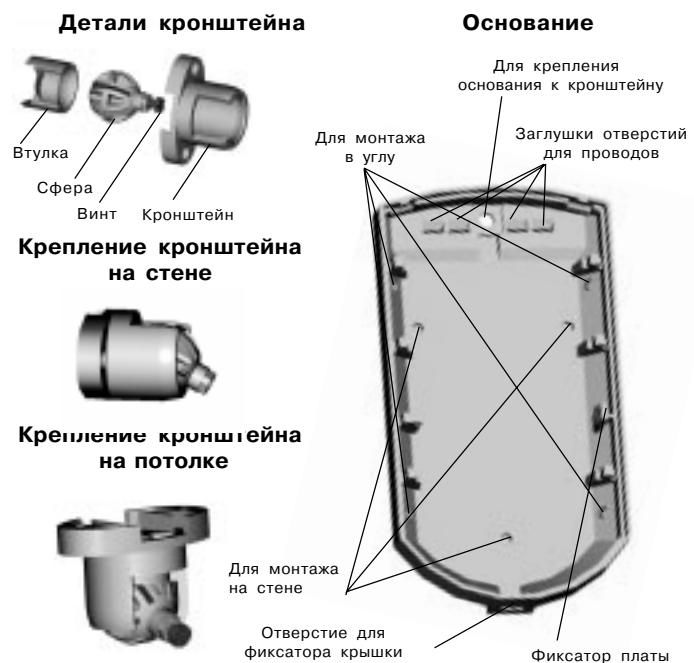

Рис. 2. Основание извещателя и кронштейн
- снимите крышку извещателя, отжав при помощи отвертки фиксатор крышки через отверстие расположенные в нижней части основания извещателя (рис. 2);
- просверлите в основании извещателя отверстия (см.рис.2), которые будут использоваться для прокладки проводов и крепления извещателя;